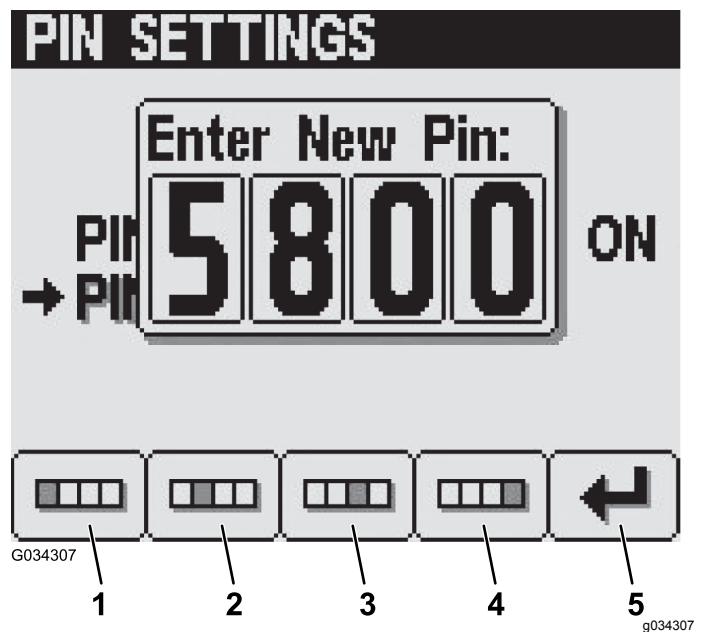

Bild 29
5. Geben Sie mit den Tasten 1 bis 4 die neue PIN ein und drücken Sie Taste 5, um die Eingabe der neuen PIN abzuschließen (Bild 29).